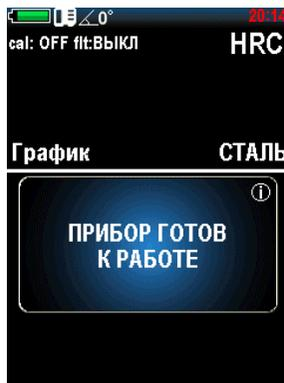

Рисунок 2.14 – Установка угла
-  » выбрать нужную шкалу (Роквелла С (HRC), Роквелла В (HRB), Бринелля (HB), Виккерса (HV), Роквелла В (HRB), Шора (HS), Либа (HL), измерения предела прочности (σ) на растяжение изделий из углеродистых сталей перлитного в соответствии с ГОСТ 22761-77 (MPA), пользовательскую (U1, U2, U3)).
8. Нажмите клавиши «» или «», чтобы установить угол измерения. Фиксированный угол отображается в верхней части дисплея (рис. 2.14). Угол 0 градусов соответствует вертикальному положению датчика, спусковой кнопкой вверх.